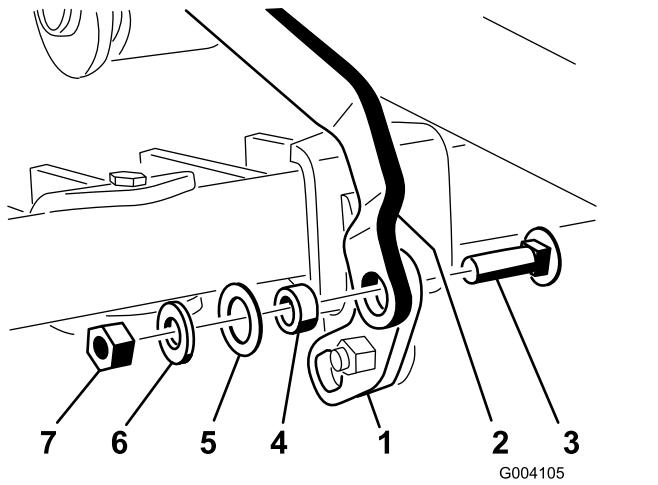

Figura 16
5. Com o joelho do conjunto do pedal de elevação dobrado para cima, instale o furo quadrado na patilha articulada na extremidade da ligação da barra de ferramentas utilizando um parafuso de carroçaria ($\frac{3}{8} \times 1\frac{1}{4}$ pol.), um espaçador (1 pol.), uma anilha (13/16 pol.) e uma porca de bloqueio ($\frac{3}{8}$ pol.) como se mostra na Figura 16.